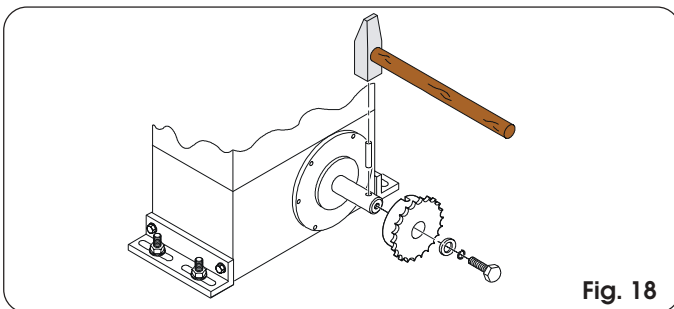

Fig. 18
4.5.1. MOD. 844 ER CAT (Figs. 18 - 19)